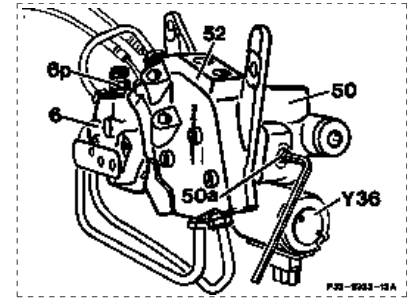

Bild 4
- 50a Schraube Druckversorgung (Anordnung siehe Bild 4)